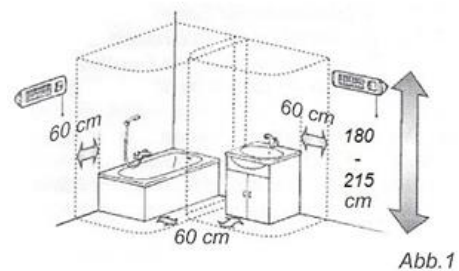

Abb. 1
17. Bei Montage in einem Badezimmer ist es notwendig die Sicherheitsabstände aus der Abbildung 1 zu erfüllen. Zwar ist eine minimale Höhe von 180 cm und eine minimale Entfernung von 60 cm von Wasserquellen zulässig, dennoch sollte das Gerät und andere Schalter oder Steuerelemente nicht von Personen in der Badewanne oder Dusche erreicht werden können.